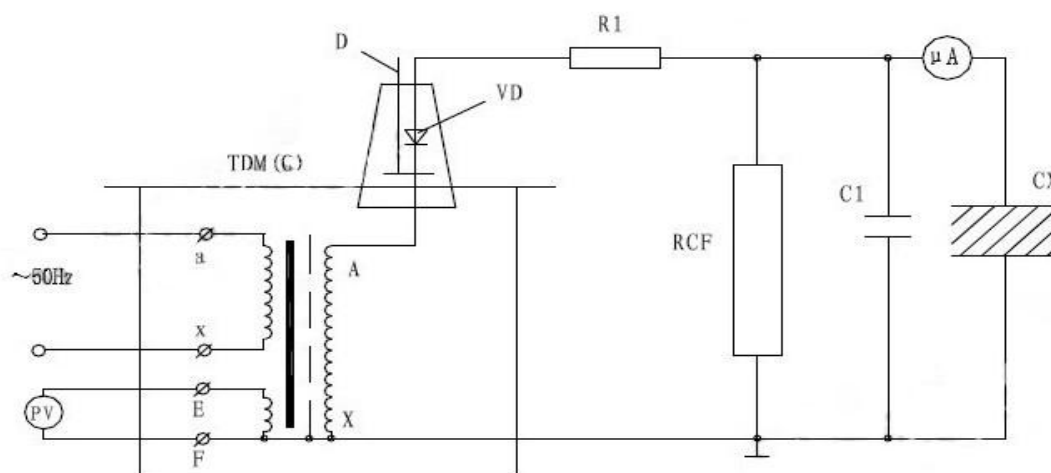

图7：高压直流泄漏试验接线图
8、工频耐压试验成套装置在做被试品的直流耐压或泄漏试验时接线原理图如图7。
注：此试验应先抽出短路杆“D”，图7 中所示。